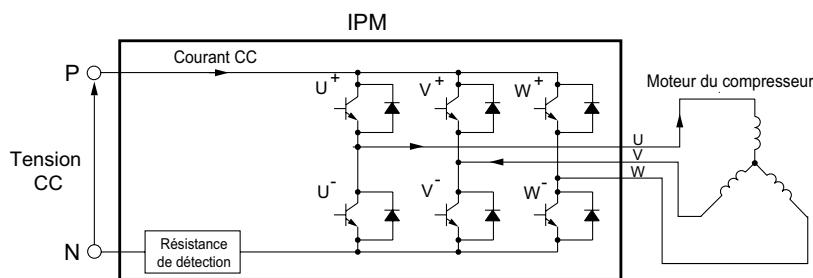

Fig. 6-6
(1) Active les transistors U+ et V- du bloc d'alimentation, afin que le courant passe dans les bobines du moteur comme indiqué dans la Fig. 6-6.
(2) Varie le temps de mise en MARCHE du transistor U+ en fonction du niveau de tension CC et le démarrage est contrôlé afin que le courant de démarrage soit d'environ 10A.